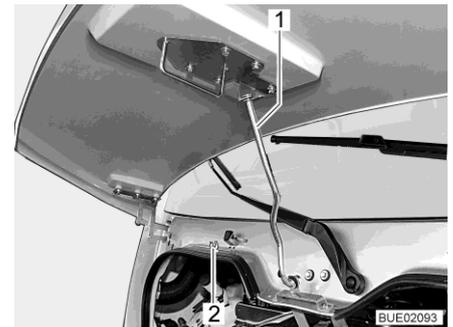

Fig. 42 Barra di sicurezza (Ixeo I)
- Prelevare la barra di sicurezza (Fig. 42,1) dal supporto (Fig. 42,2) e agganciarla nell'attacco del cofano motore.
- Sganciare la barra di sicurezza (Fig. 42,1) dall'attacco sul cofano motore e spingerla nel supporto (Fig. 42,2).